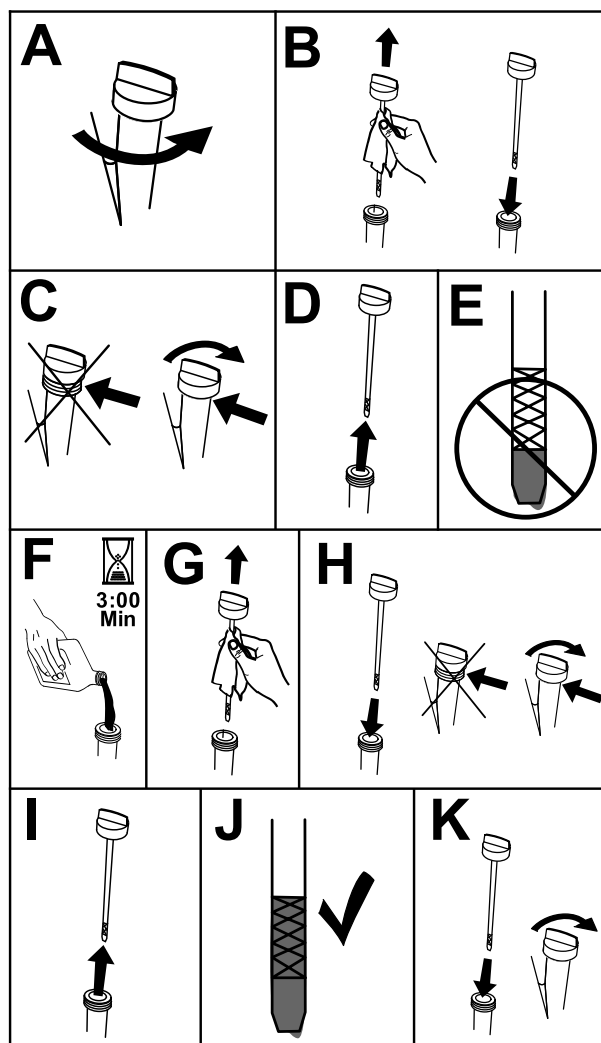

Figure 40
3. Pour éviter de faire tomber de l'herbe, de la poussière, etc. dans le moteur, nettoyez la surface autour du bouchon de remplissage et de la jauge de niveau avant de l'enlever (Figure 40).